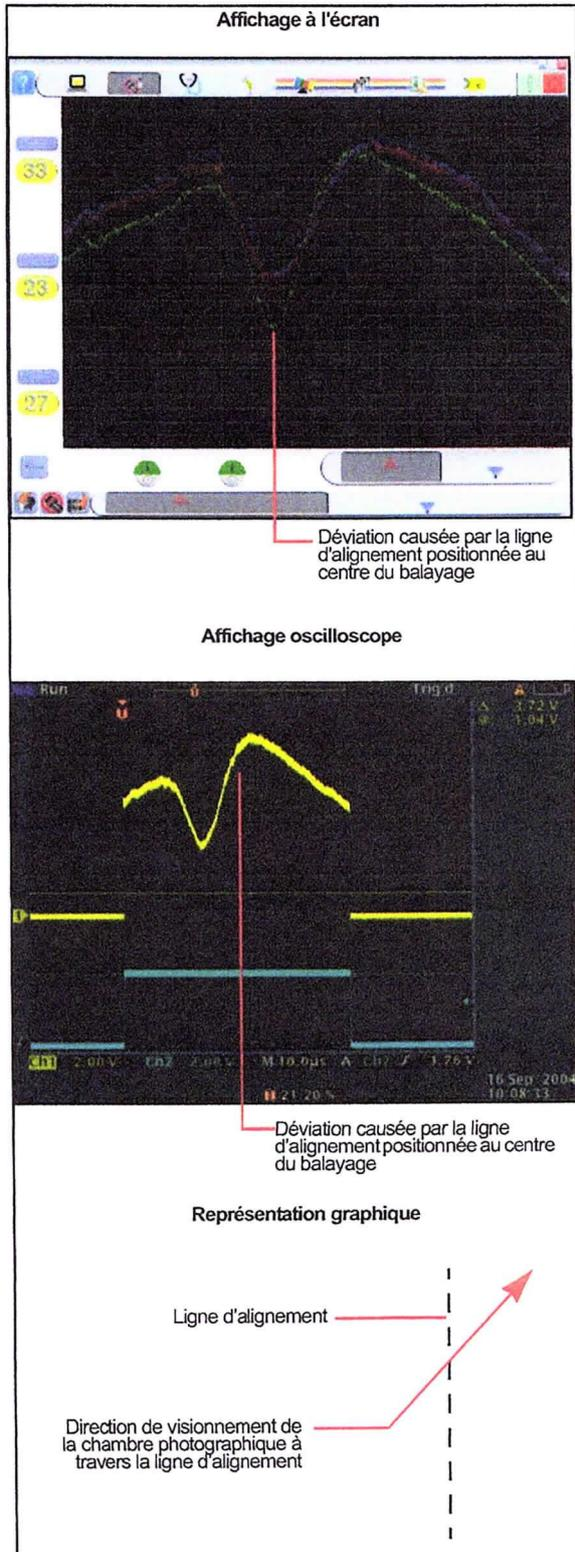
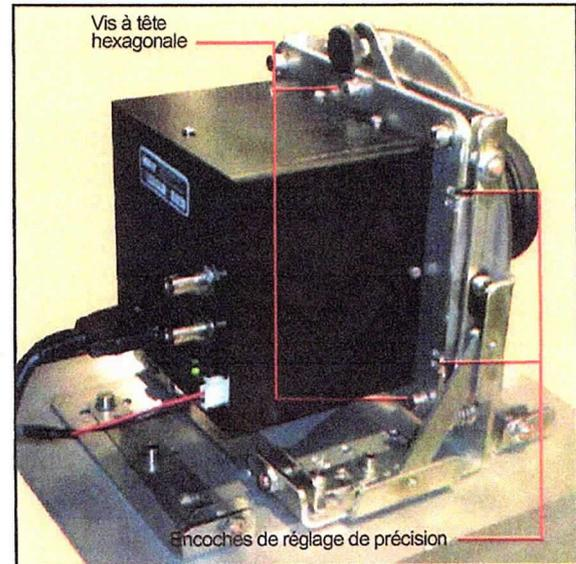
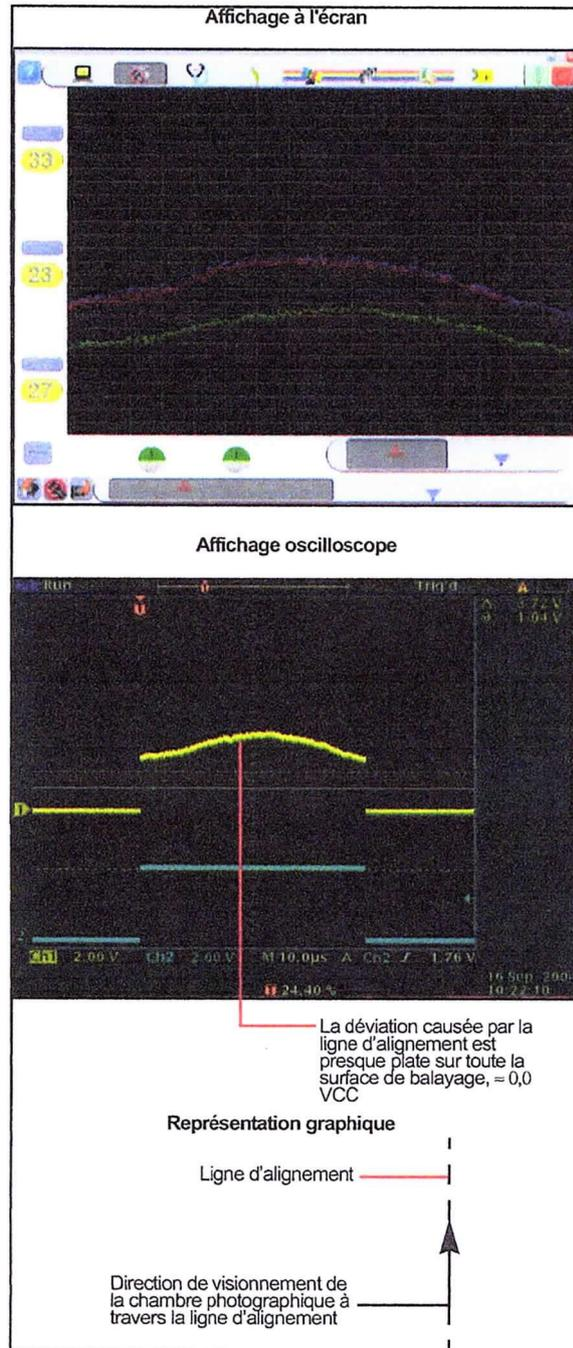

Figure 9-16 Déviation de la ligne lorsque la chambre photographique regarde dans la ligne
Figure 9-17 Points de réglage de la chambre photographique—Vue arrière
Figure 9-20 Déviation de la ligne quasiment plate sur la surface de balayage
C. Introduire un tournevis standard dans les encoches de réglage fin du dispositif de suspension de la chambre photographique. Faire pivoter lentement la base dans une direction tout en surveillant la trace. Si la base ne se déplace pas, desserrer les deux vis à tête hexagonale latérales et celle supérieure à l'aide d'une clé hexagonale (se reporter à la Figure 9-16 et à la Figure 9-17).
E. Introduire un tournevis standard dans les encoches de réglage fin du dispositif de suspension de la chambre photographique (se reporter à la Figure 9-17). Faire pivoter lentement la base dans une direction jusqu'au moment où le "V" formé par la ligne s'élargit et correspond à l'illustration de la Figure 9-20. Faire pivoter la base dans l'autre direction si l'inclinaison causée par la ligne n'augmente pas.